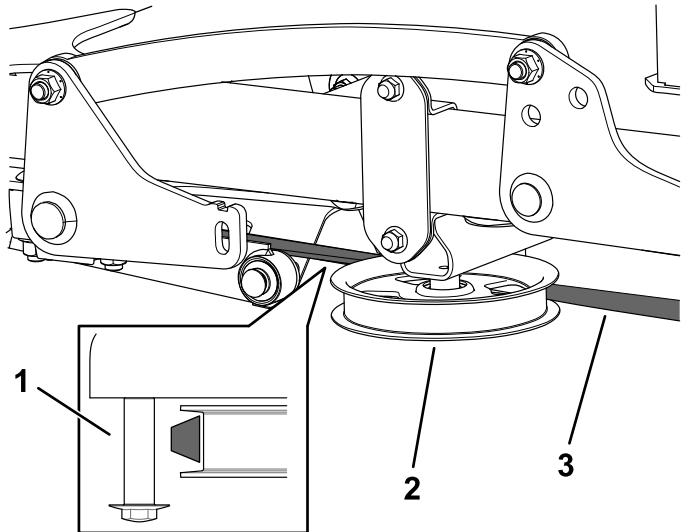

Figura 17
**Importante:** Asegúrese de que el lado más ancho de la correa está en contacto con la polea, como se muestra en la Figura 17. Utilice el perno de cuello largo como guía para la correa.